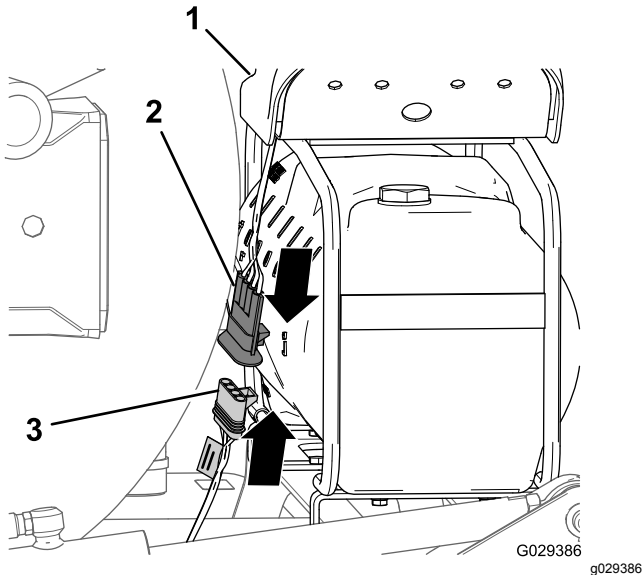

Bild 146
1. Fluchten Sie am Ende des 236-cm-Zweigs des Kabelbaums den 4-Buchsenstecker des Kabelbaums für das Finishingkit mit dem 4-Stift-Stecker des Kabelbaums vom Kompressor aus (Bild 146).
2. Stecken Sie den 4-Stift-Stecker in den 4-Buchsen-Stecker (Bild 146).